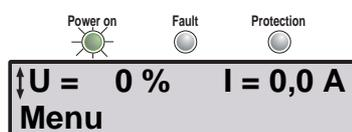

Figure 3: Niveau supérieur
9. La diode électroluminescente verte est allumée et l'écran à cristaux liquides affiche les informations contenues dans la Figure 3.